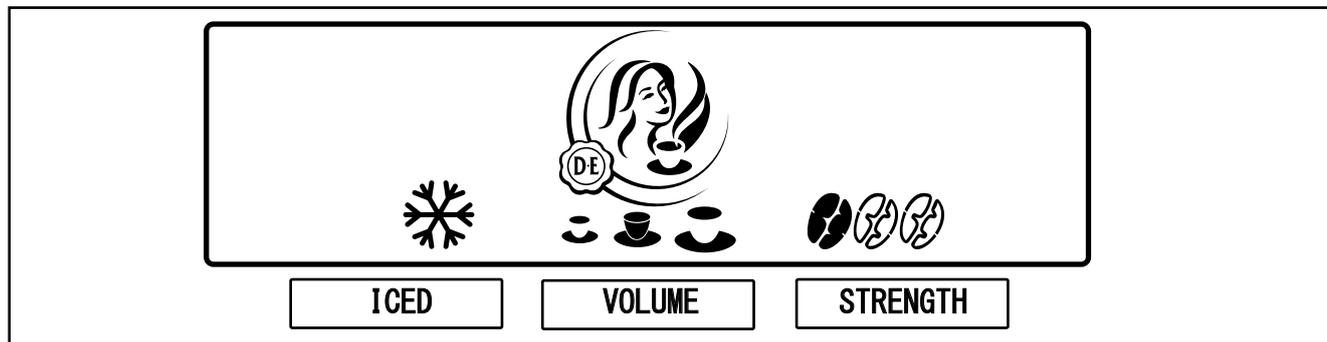

図16
2. 予備選択キー「STRENGTH（濃さ）」を押して、この予備選択を使用できるようにしてください。3個の豆のシンボルが表示されます。（図16）